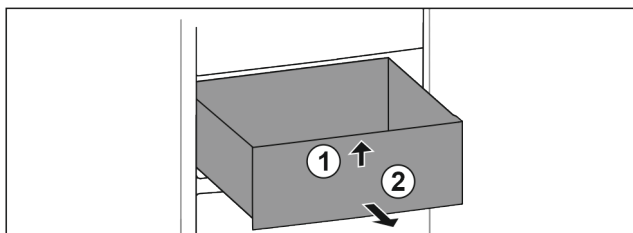

Fig. 90
- Soulever la partie avant du tiroir. Fig. 90 (1).
- Retirer le tiroir par l'avant. Fig. 90 (2)